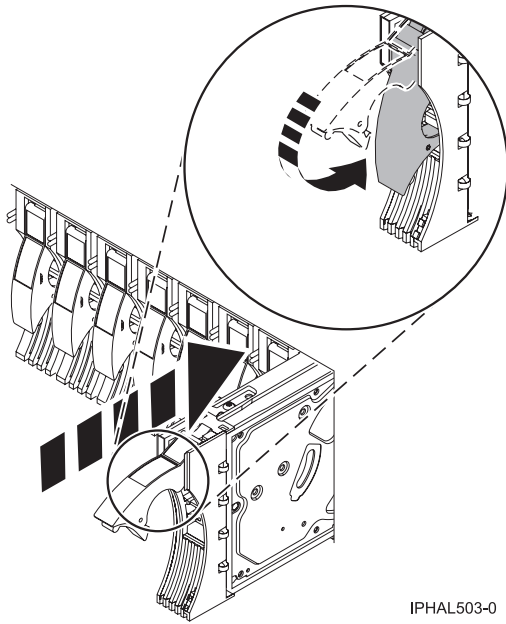

Figure 52. Installation d'une unité de disque sur un modèle or 11D/20
- c. Poussez complètement la poignée de l'unité de disque (voir figure 52, à la page 58).